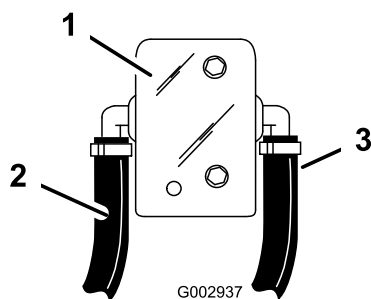

Figure 43
15. Connectez l'extrémité d'un flexible court de 1/2 pouce au raccord ouvert sur le raccord en T S53 que vous avez monté dans le flexible d'agitation et amenez-le à la cannelure arrière de 1/2 pouce sur le petit ensemble clapet à bille (Figure 43).
18. Connectez l'extrémité d'un flexible court de 1/2 pouce au raccord ouvert sur le raccord en T S53 que vous avez monté dans le flexible de dérivation et amenez-le à la cannelure avant de 1/2 pouce sur le petit ensemble clapet à bille (Figure 43).